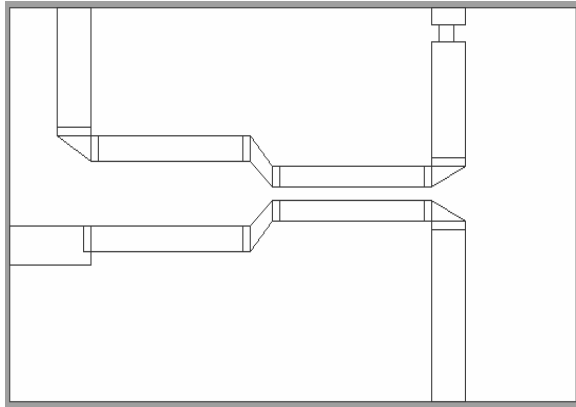

Рис. 4.55
25. Выделив последний вставленный проводник, щёлкните левой кнопкой мышки по значку **Copy** и затем по значку **Paste** на панели инструментов. Скопированный проводник подключите к нижнему проводнику, как показано на рис. 4.55.
Полученная топология показана на рис. 4.55.